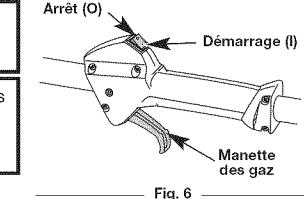

Fig. 6
REMARQUE : Il n'est pas nécessaire de faire démarrer la machine. La commande Arrêt/ Marche est en position Marche (I) en permanence (Fig. 6).